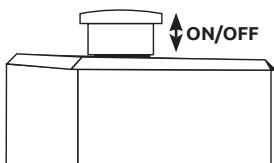

Figure 2
- ▶ Deschideți supapa de evacuare, setați butonul comutatorului de presiune în poziția "ON" (Fig.2) și lăsați compresorul să funcționeze timp de 10 minute fără sarcină, pentru a asigura lubrificarea pieselor mobile înainte de service-ul regulat.